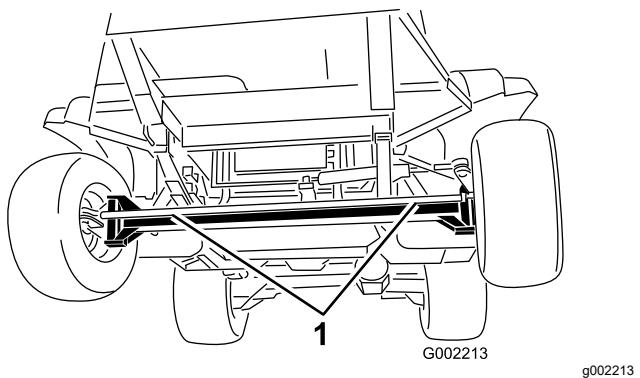
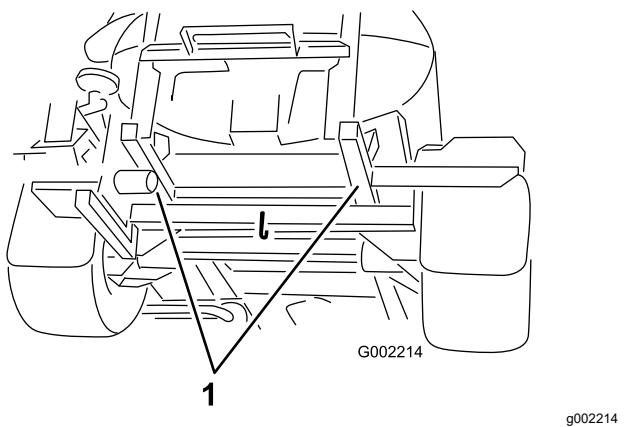

Figura 58
Figura 59
- Conecte un cable de remolque al bastidor; consulte los puntos de remolcado delanteros y traseros (Figura 58 y Figura 59).